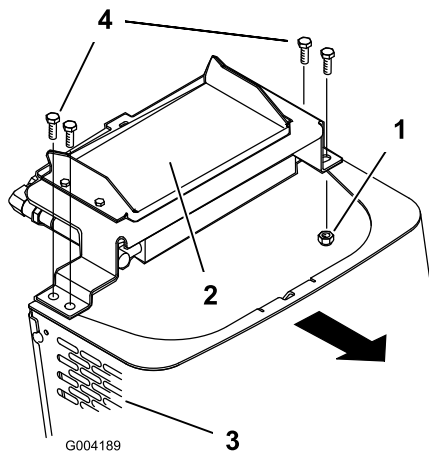

Figure 28
6. Enlevez les boulons à épaulement et les écrous qui fixent le refroidisseur d'huile en haut du panneau avant (Figure 28).